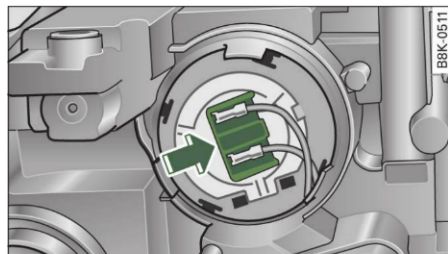

Fig. 262 Suportul
- Apăsați ștecărul în sensul indicat de săgeată ⇒ fig. 262.